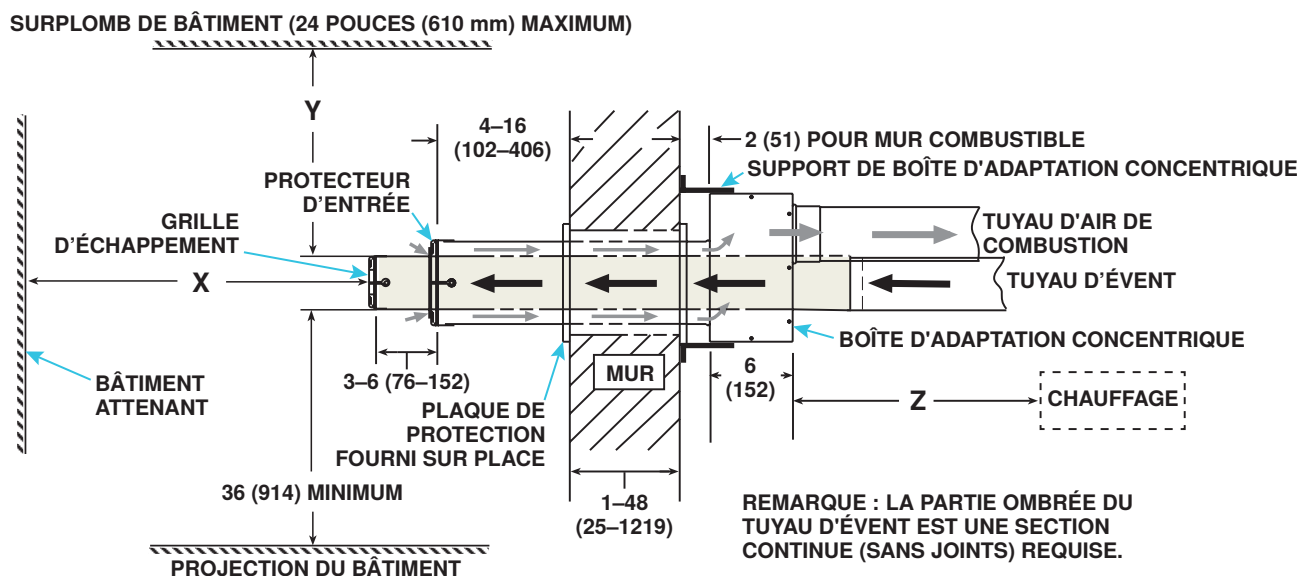

Figure 14. Installation de l'option CC6 (se référer au Tableau 10)
| Taille de l'unité(MBTUh)                 | Dimension* (voir <a href="#">Figure 14</a> ) |          |          |
- a. Placez la protecteur d'entrée sur l'extrémité du tuyau d'air de combustion conformément à la Figure 14.
- a. Placez la grille d'évacuation sur l'extrémité du tuyau d'évent conformément à la Figure 14.
8. Connectez la section extérieure du tuyau d'air de combustion au boîtier adaptateur concentrique (voir Figure 14):
- (1) Longueur du support de la boîte au mur
- (2) Ajouter une épaisseur de mur
- (3) Ajoutez 4–16 pouces (102–406 mm) au-delà du mur
9. Fixez le boîtier adaptateur concentrique au mur (voir Figure 14) :
- b. Fixez les angles courts des supports concentriques du boîtier adaptateur (voir Figure 14) au mur. Assurez-vous que la boîte, le tuyau d'air de combustion et le tuyau d'évent présentent tous une légère pente descendante vers le mur.
11. Vérifiez la conformité à la Figure 14 et à toutes les spécifications et exigences énumérées dans ce manuel.